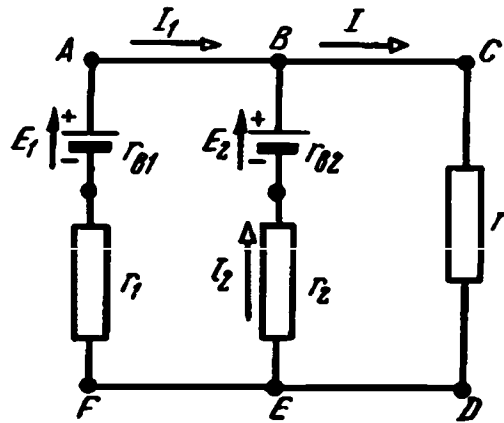

Рис. 1.37. Схема к заданию 3
*Задание 3:* Определить токи  $I$ ,  $I_1$ ,  $I_2$  в цепи (рис. 1.37), если  $E_1 = 120$  В,  $E_2 = 119$  В,  $r_{B1} = 0,6$  Ом,  $r_{B2} = 0,3$  Ом,  $r_1 = 4,4$  Ом,  $r_2 = 2,7$  Ом,  $r = 22$  Ом.